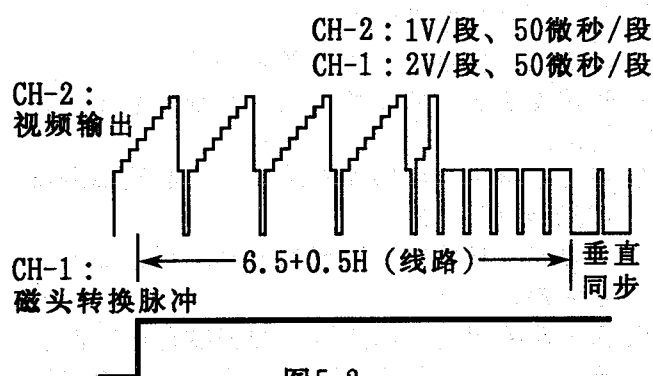

图5-2
6. 磁头转换点调整结束后, 检查示波器荧屏上的波形是否如图5-2所示。